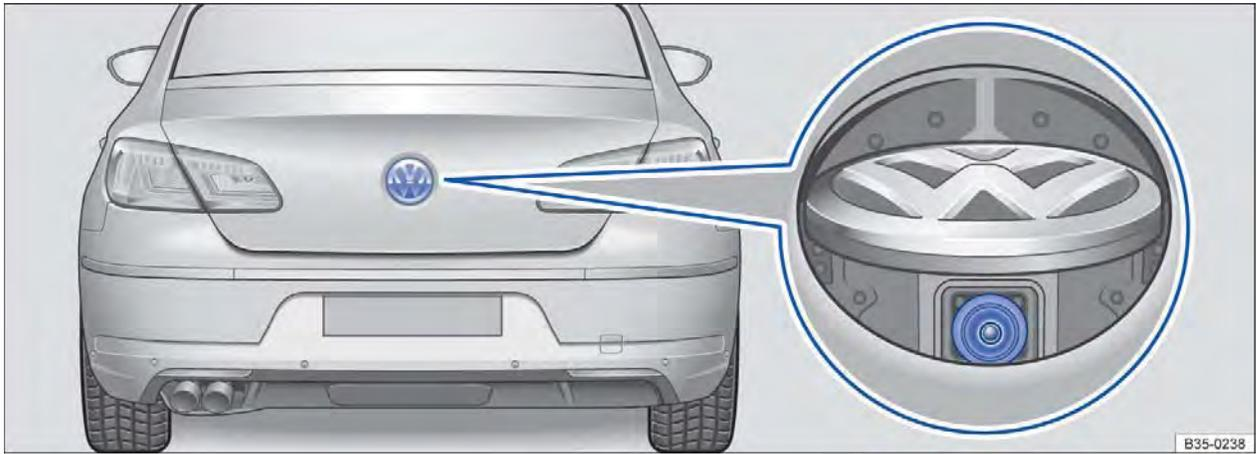

Fig. 157 Na tampa do compartimento de bagagem: local de instalação da câmera de marcha a ré.
Uma câmera na tampa do compartimento de bagagem ⇒ Fig. 157 apoia o condutor ao entrar na vaga de estacionamento em marcha a ré ou em manobras. A imagem da câmera é exibida junto com as guias e superfícies de orientação projetadas pelo sistema no display do rádio ou sistema de navegação instalado de fábrica.
- ✓ Uma imagem confiável e clara, por exemplo, condições de visibilidade boas e lentes limpas ⇒ Fig. 157.
A câmera de marcha a ré ⇒ Fig. 157 (lupa) somente fornece imagens bidimensionais. As reentrâncias, bem como os objetos salientes no solo ou as
Manter a lente da câmera ⇒ Fig. 157 (lupa) limpa, sem neve e sem gelo: